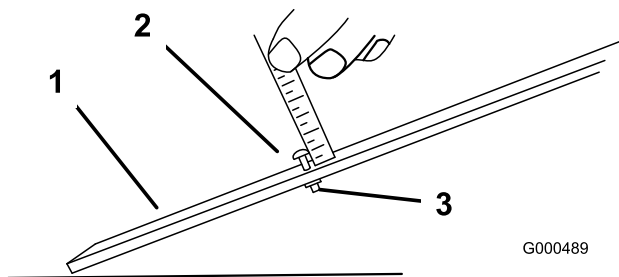

Figura 61
2. Allentate il dado sulla barra di misura (Figura 61) e posizionate la vite di regolazione all'altezza di taglio opportuna. La distanza tra la base della testa della vite e la superficie della barra è l'altezza di taglio.